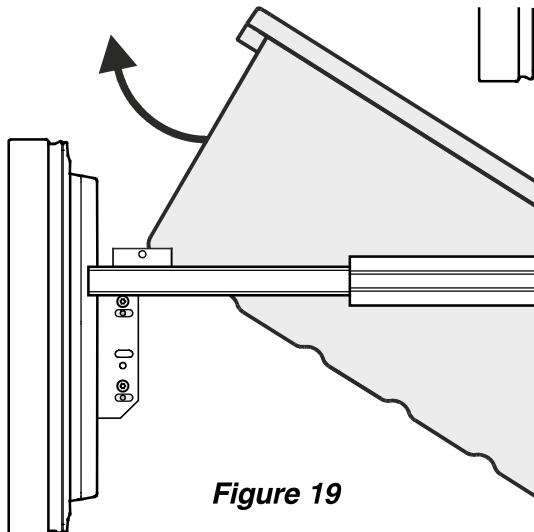

Figure 19
- Basculer le récipient et le retirer - **Figure 19.**